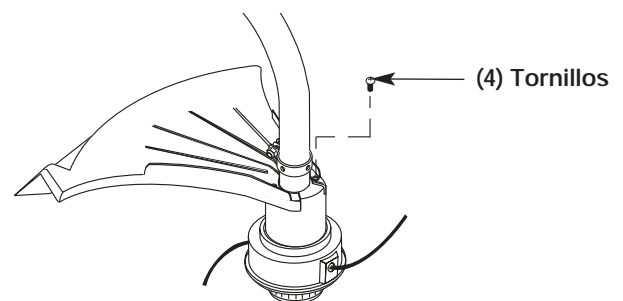

Fig. 5
3. Instale los cuatro (4) tornillos con un destornillador Phillips (Fig. 5).